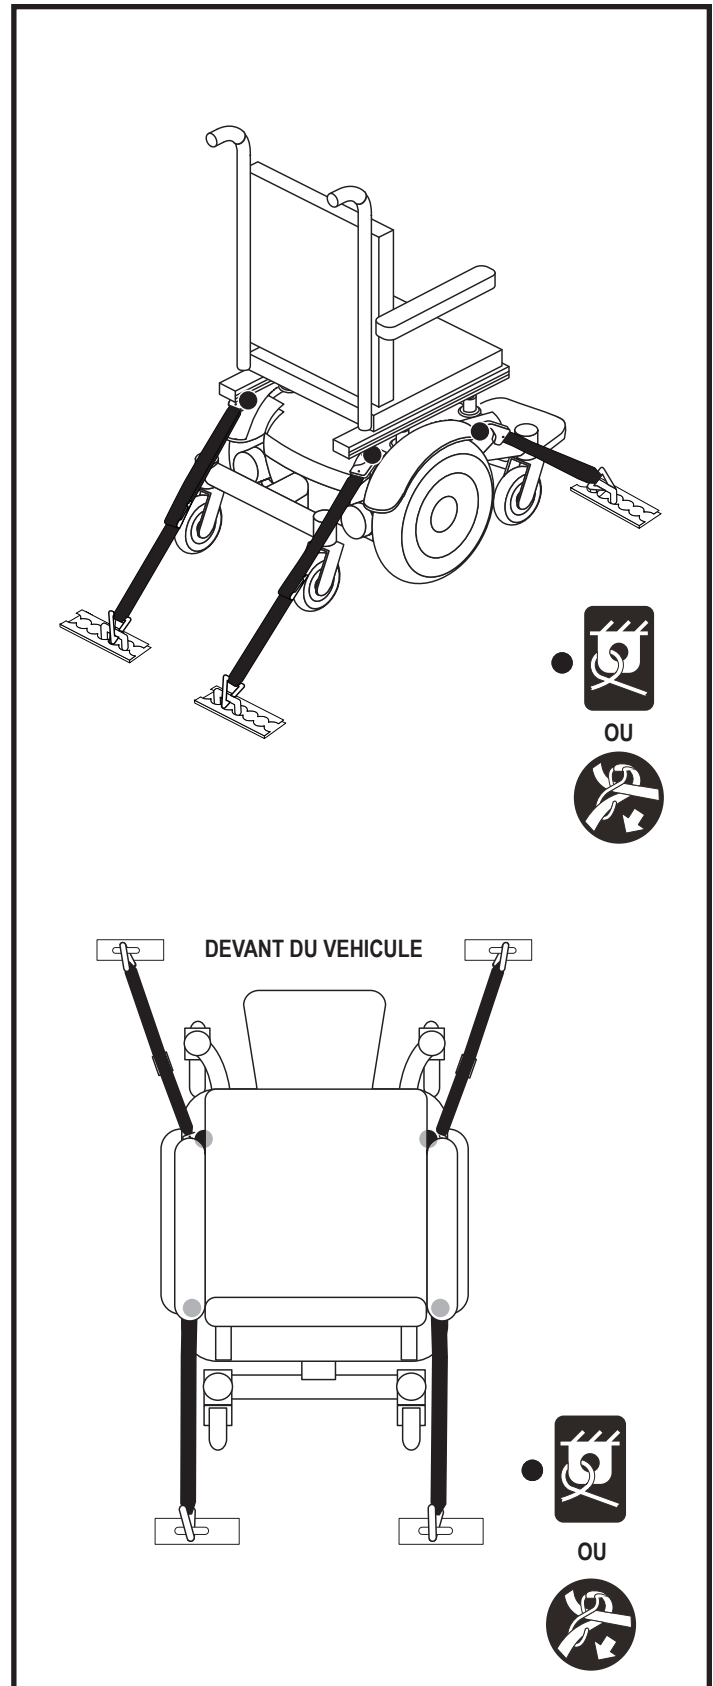

Figure 6. Points d'ancrage pour fauteuil motorisé non occupé
- Fixez les quatre (4) courroies aux points d'ancrage désignés et identifiés par le symbole d'ancrage sur le fauteuil motorisé. **Voir la figure 6.** Serrez-bien les courroies pour retirer le jeu excessif.
- Positionnez les points d'ancrage arrière des courroies directement derrière le fauteuil motorisé. Les points d'ancrage avant sont disposés plus loin de chaque côté du fauteuil motorisé afin d'augmenter la stabilité latérale. **Voir la figure 6.**